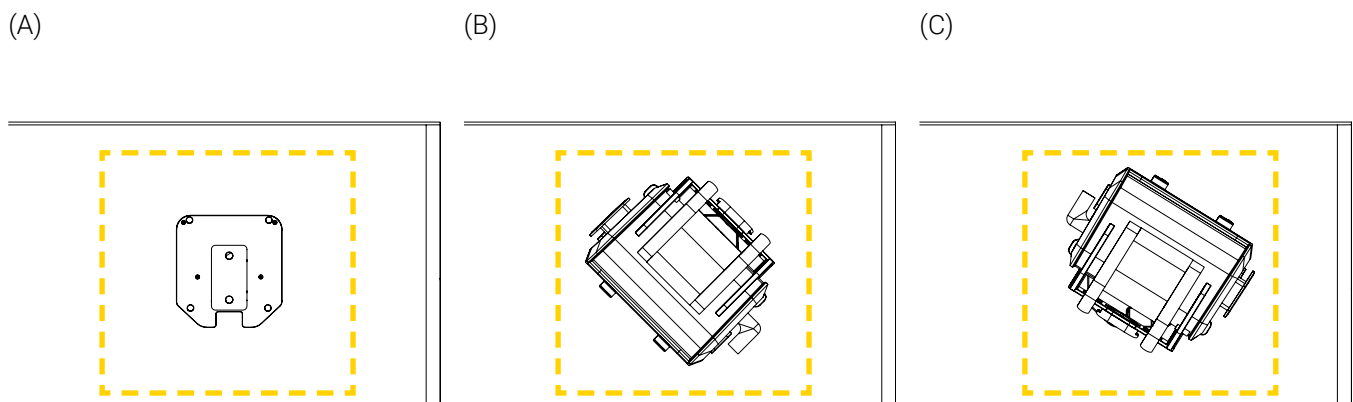

Figure 11: Dégagement du périmètre
3. S'assurer que l'emplacement de l'installation est assez grand pour faire tourner le support de fixation et l'appareil médical jusqu'à 360° dans le sens horaire ou antihoraire une fois installés sur la Base de Fixation Standard (Figure 11). Le dégagement requis dépendra de la grosseur de l'appareil médical et de son support de fixation, où le système de fixation est positionné et de son environnement.